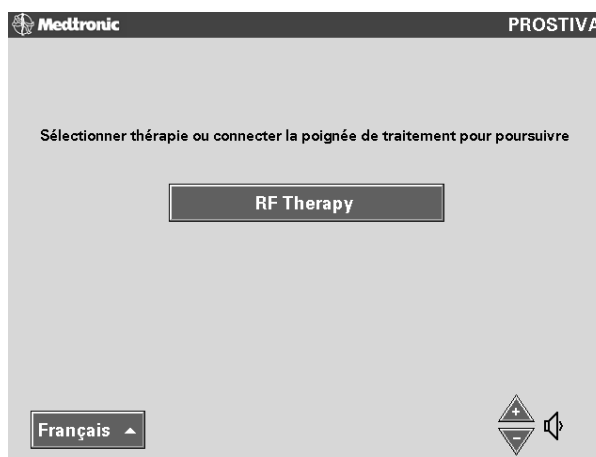

Figure 4-10. Confirmation de l'affichage de l'écran de la thérapie Prostiva RF
2. S'assurer que l'écran de la thérapie Prostiva RF est bien affiché (Figure 4-10), puis appuyer sur le bouton RF Therapy.